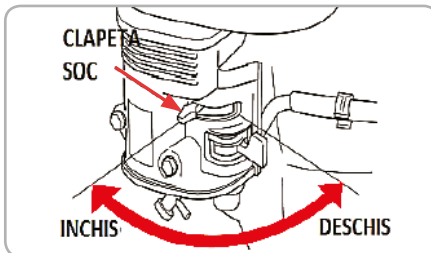

Fig.12
- La temperaturi scăzute mutați clapeta de aer (șoc) în poziția închis. Nu utilizați clapeta când motorul este cald sau temperatura aerului este ridicată. (fig.12)